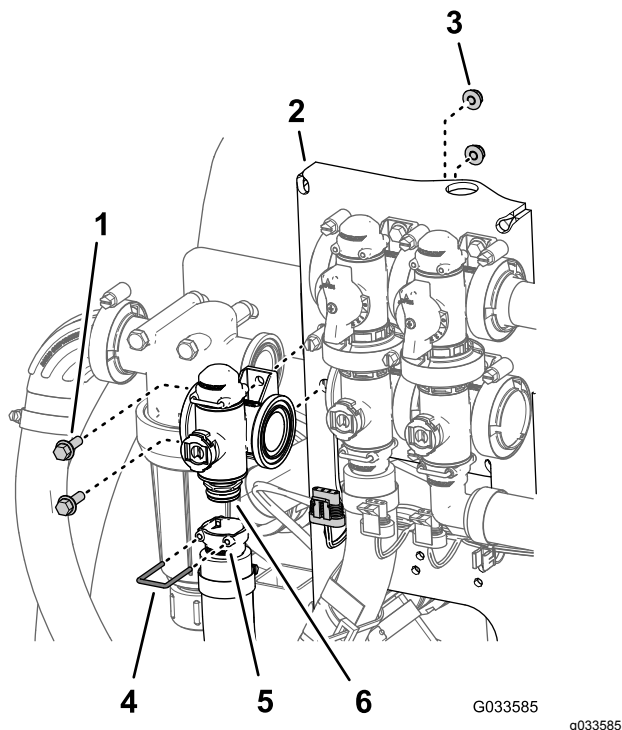

Figura 111
2. Retire o retentor que fixa a união de saída ao coletor para a válvula de controlo de aplicação (Figura 111).
3. Retire os dois parafusos de cabeça flangeada (1/4 pol. x 3/4 pol.) e as duas porcas flangeadas (1/4 pol.) que prendem a válvula de controlo de aplicação à montagem da válvula e retire o coletor da válvula da máquina (Figura 111).